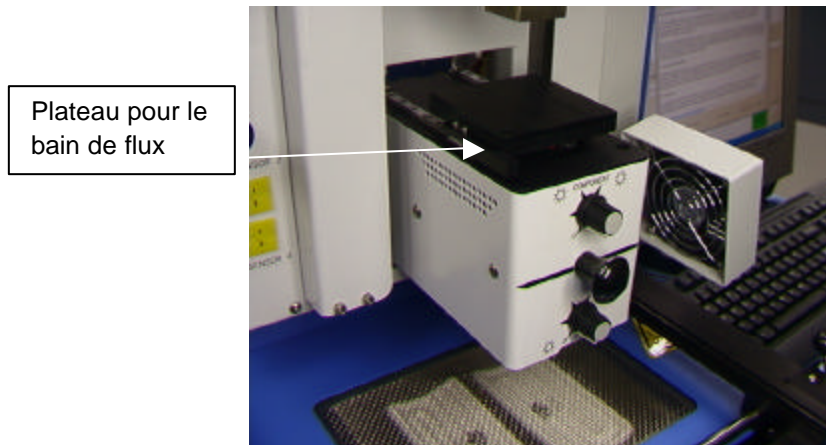

Figure 17b
- xii. Si vous avez sélectionné l'option Bain de fondant, positionnez le montage Bain de fondant sur le boîtier de la caméra. (Figure 17b)